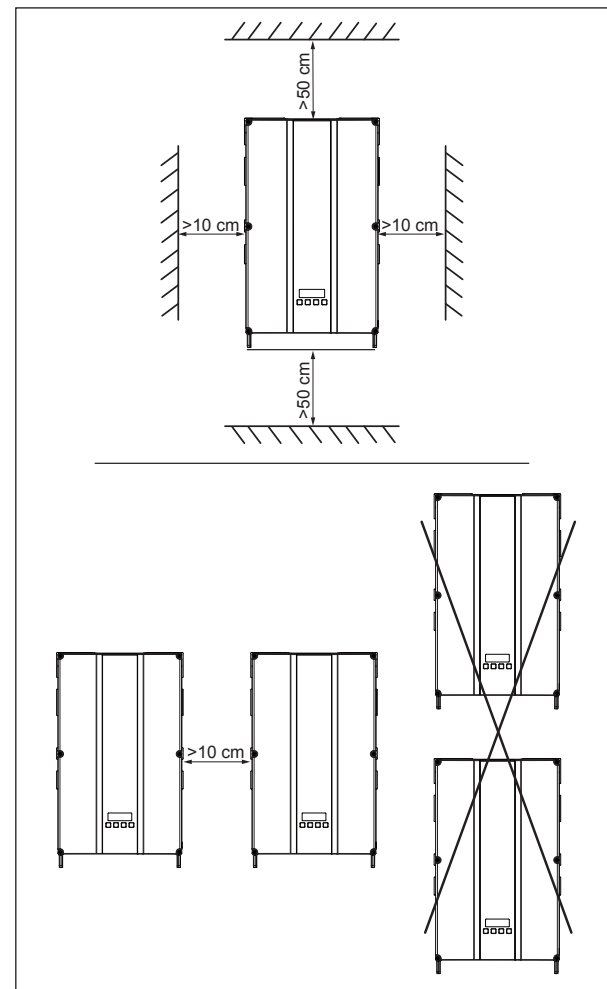

Abb. 7.2.: Montage für die Konvektion
- Halten Sie bei der Montage die Mindestabstände zu Wänden und anderen Solar-Wechselrichtern ein (siehe Abb. 7.2.).